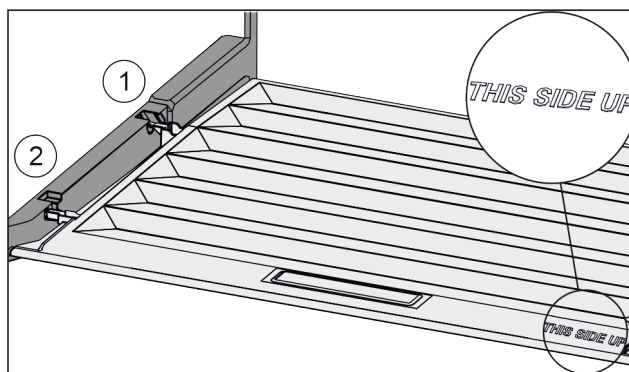

Fig. 108
- ▶ Anbring dækslets tappe over åbningen i den bageste holder Fig. 108 (1), og lad dem gå i indgreb i forreste holder Fig. 108 (2).